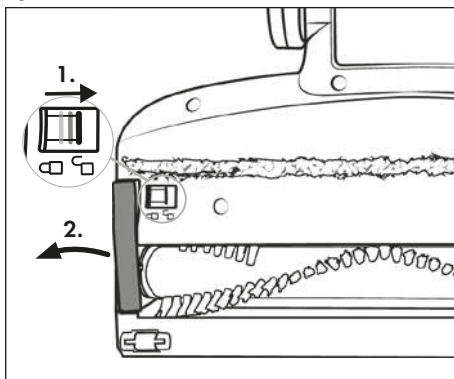

Fig. 24
- 2) Para desencastar el rodillo de cepillos **21**, desplace el desencastre del rodillo de cepillos **19** con el dedo hacia la derecha y, a continuación, retire el soporte del rodillo de cepillos **20** del cepillo para suelos **22** (consulte la fig. 24).